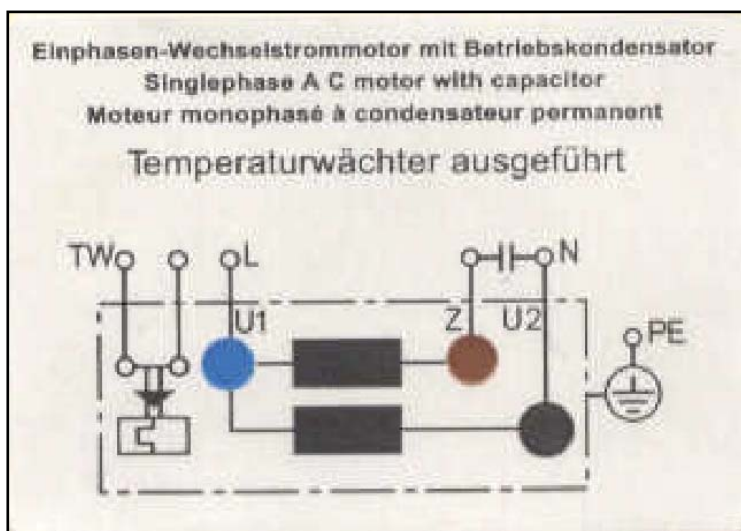

figura 6.15.
- Figura 6.15. – Esquema de la conexión del ventilador de aspiración.